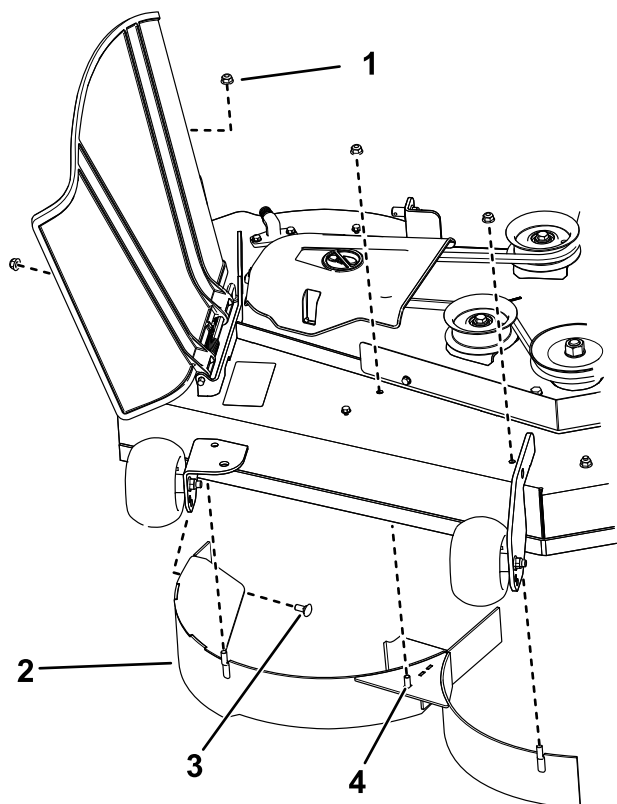

Figura 13
4. Rimuovete i 3 dadi di bloccaggio (5/16") dai perni saldati del deflettore destro (Figura 13).
5. Togliete i 2 bulloni a testa tonda e i 2 dadi di bloccaggio che fissano il deflettore destro al piatto di taglio, quindi rimuovete il deflettore (Figura 13).
6. Individuate i 3 bulloni tra le parti sfuse e utilizzate i dadi di bloccaggio esistenti e montate questi dispositivi di fissaggio nei fori utilizzati per i perni saldati (Figura 13) per evitare il rischio di detriti volanti.